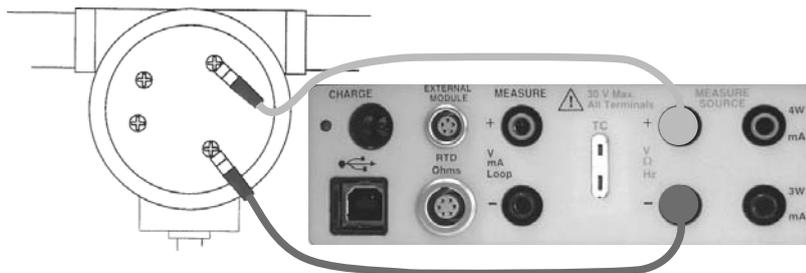

Abbildung 14: Simulieren von Widerstandsfühlern
- Schließen Sie den Kalibrator an das zu prüfende Instrument an (siehe Abbildung 14).